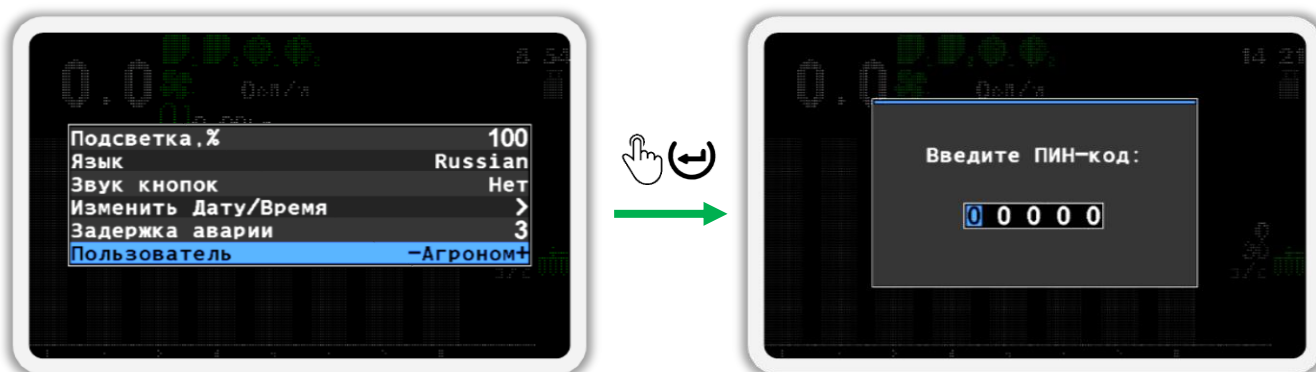

Рисунок 63
- в) Выберите пользователя «Агроном» (см. Рисунок 63 слева). Для этого используйте кнопки \oplus «Плюс» и \ominus «Минус».
- д) В появившемся окне (см. Рисунок 63 справа) введите ПИН-код «8888». Цифра, значение которой можно изменять, отображается черным цветом на синем фоне. Для изменения её значения используйте кнопки \oplus «Плюс» и \ominus «Минус», а для перехода к другой цифре используйте кнопки \uparrow «Вверх» и \downarrow «Вниз».